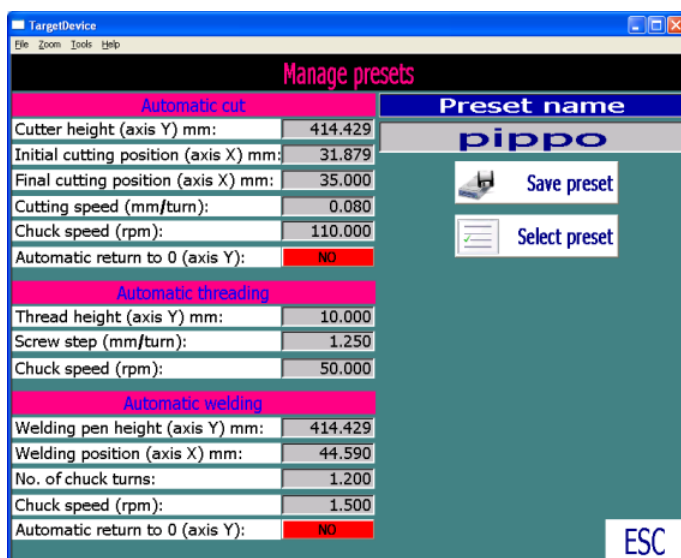
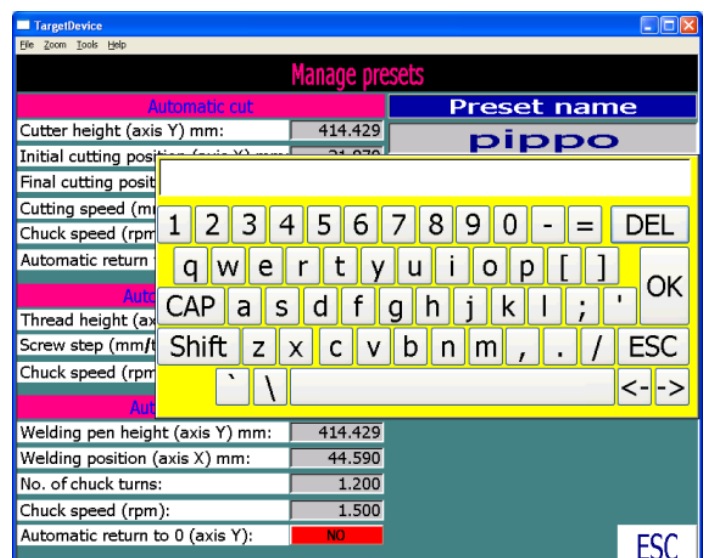

Рисунок 18
Рисунок 19
9.2. На следующем окне нажмите поле PROGRAMM NAME (Рис. 18), чтобы открыть экран и задать имя, которое вы хотите (Рис. 19), подтвердите его, нажатием OK, либо выйдите из окна, нажатием ESC, без сохранения изменений.
9.3. Нажмите SAVE PRESET для сохранения программы под заданным именем (Рис. 18).
- 9.5. Нажмите SELECT PRESET на экране управления предустановками (Рис. 18), чтобы вызвать сохраненную программу. На экране появится список всех сохраненных установок.